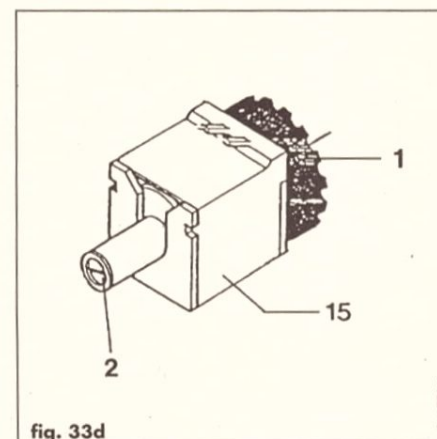

fig. 33d
- Agire sulla rotella di regolazione (1, fig. 33d) posta dietro il magnete modulazione.
- c) Staccare i cavetti dell'alimentazione elettrica dal magnete di modulazione (15, fig. 33d).
- e) Agire sulla vite (2, fig. 33d) per modificare la quantità di gas.